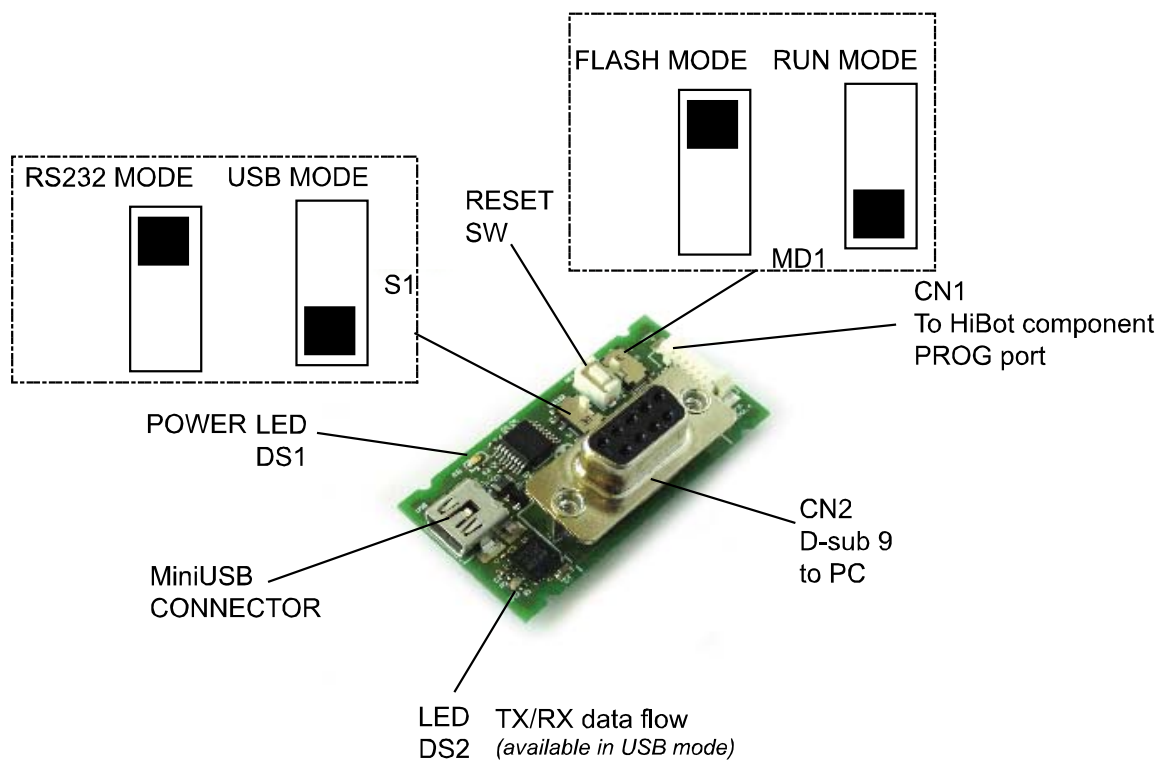

Fig. 1 – TITechSH2 Universal Serial Programmer のコネクタ Connectors on the board
- 5- スイッチ MD1 を上側に設定し、フラッシュモードに設定する。(Fig. 1 参照)
Set switch MD1 to the upper position for FLASH MODE (see Fig. 1).
- 4- スイッチ MD1 を下側に設定し、RUN モードに設定する。(Fig. 1 参照)
Set switch MD1 to the bottom position for RUN MODE (see Fig. 1).
- 3- スイッチ MD1 を上側に設定し、フラッシュモードに設定する。(Fig. 1 参照)
Set switch MD1 to the upper position for FLASH MODE (see Fig.1).